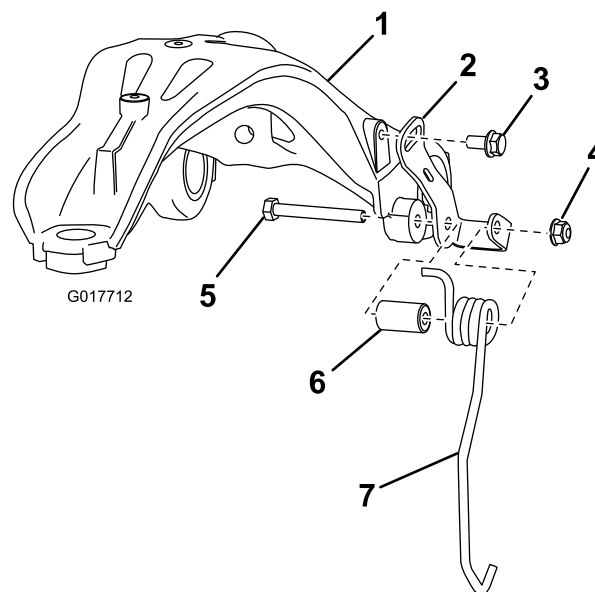

Figura 1
4. Instale los retenedores nuevos izquierdo y derecho en el brazo de suspensión, según se muestra en Figura 1.